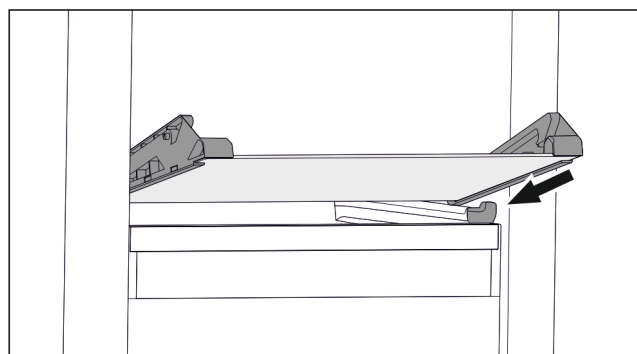

Fig. 71 Стъклена плоча на наклонящото се чекмедже
- Поставете стъклената плоча под ъгъл зад ограничителите. (виж Fig. 71)